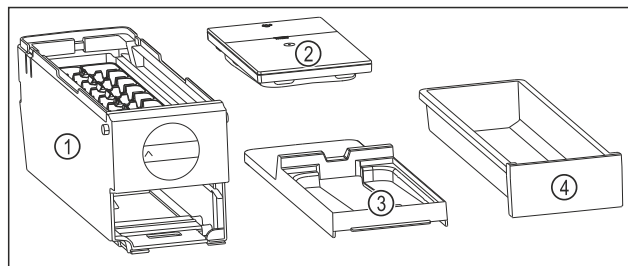

Fig. 113 Componenti dell'EasyTwist-Ice
- ▷ L'EasyTwist-Ice è scomposto in quattro parti. (vedere Fig. 113)
- ▶ Smontare l'EasyTwist-Ice scomponendo solo gli elementi rappresentati in figura. (vedere Fig. 113)
- ▶ Pulire l'intero corpo dell'EasyTwist-Ice Fig. 113 (1).